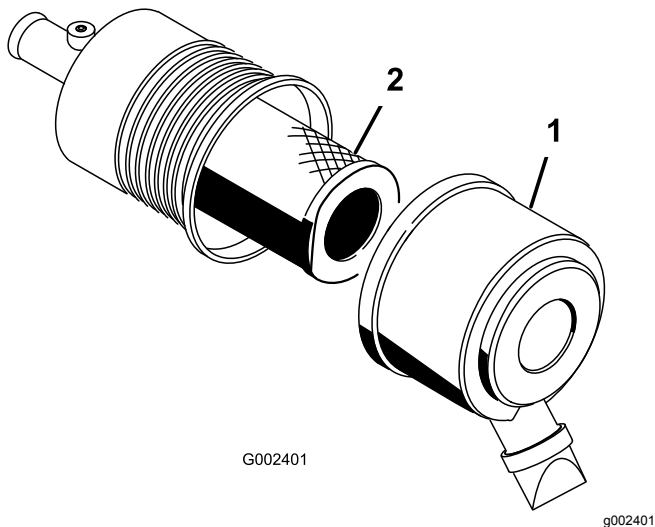

図 33
1. エアクリーナのリッチを外し、ボディーからカバーを抜き出す **図 33**。
3. エアクリーナのボディーから、フィルタをすずかに引き出す (**図 33**)。
5. フィルタをゆっくり押し込むようにしてボディチューブに取り付ける **図 33**。
6. 上下方向を間違えないように、エアクリーナカバーを正しく取り付け、ラッチを掛ける **図 33**。